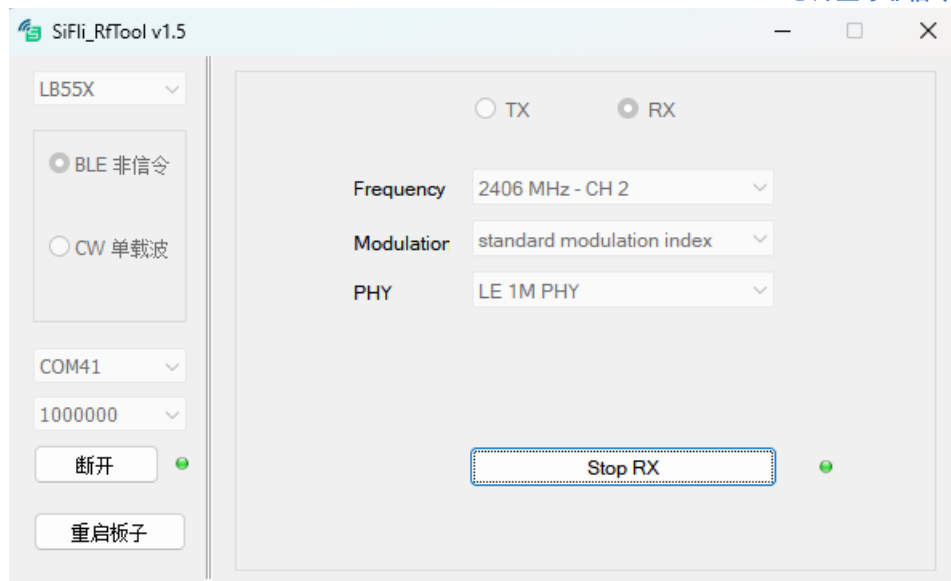

图 2-5
- 点击 **Start RX**，Start RX 变成 **Stop RX**，且指示灯变成绿色，表示进入对应 RX 状态，如图 2-5。